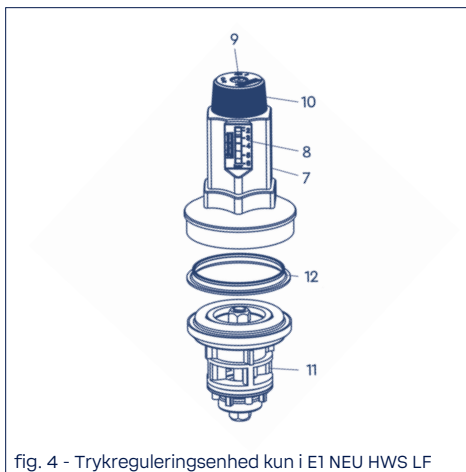

fig. 4 - Trykreguleringsenhed kun i E1 NEU HWS LF
- Drøveventil (kun E1 NEU HWS LF fig.4) består af:**